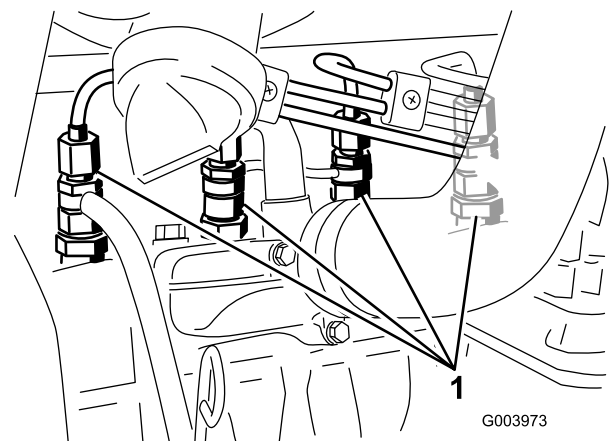

Figure 49
1. Desserrez le raccord entre l'injecteur N° 1 et le porte-injecteurs (Figure 49).